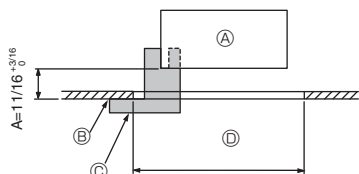
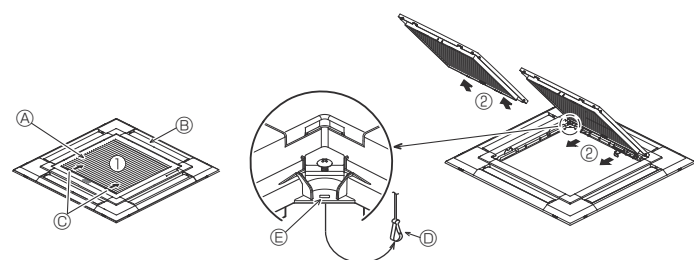

Fig. 9-2
Fig. 9-3
①	Dimensiones de la rejilla	1	950 × 950 (mm), 37-3/8 × 37-3/8 (pulgadas)
②	Calibre de instalación	1	(Dividido en 4 partes)
③	Tornillo (4 × 16)	1	para PLA-A-EA*
④	Panel angular del i-see sensor	1	para PLA-A-EA*
9.2. Preparación para conectar la rejilla (Fig. 9-2)
- Con el calibre ② que se entrega con este equipo, ajuste y compruebe la posición de la unidad principal en relación con la superficie del techo. Si la unidad principal no está colocada en el techo de forma adecuada, podrían producirse escapes de aire o generarse condensación.
- C) Calibre de instalación ② (insertado en la unidad principal)
9.2.1. Extracción de la rejilla de admisión (Fig. 9-3)
- Deslice las palancas en la dirección indicada mediante la flecha ① para abrir la rejilla de admisión.
- Con la rejilla de admisión en posición "abierta", extraiga la bisagra de la rejilla de admisión de la rejilla tal y como se indica mediante la flecha ②.
[Fig. 9-3] [Fig. 9-4]